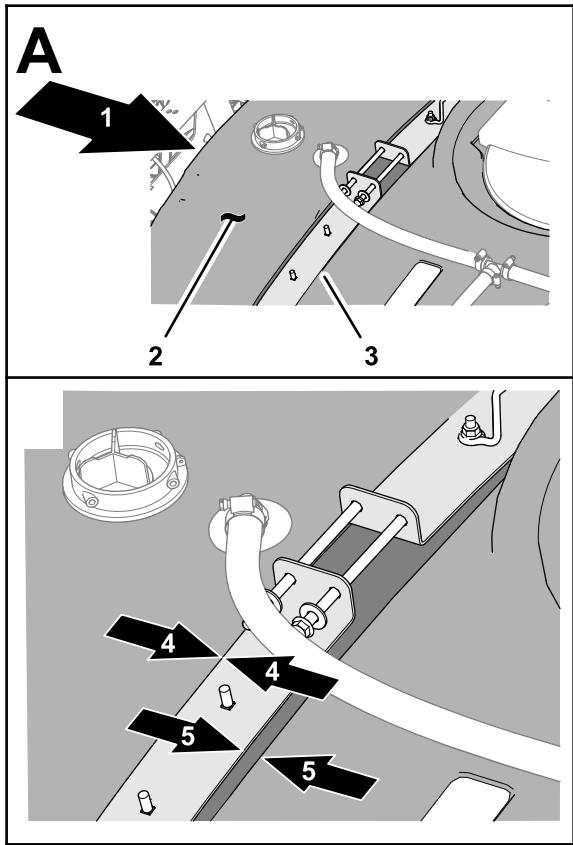

Figura 8
2. Mova o depósito de pulverização para a frente até que as correias fiquem alinhadas com o olhal mais atrás do relevo da correia moldado no depósito (Figura 8).